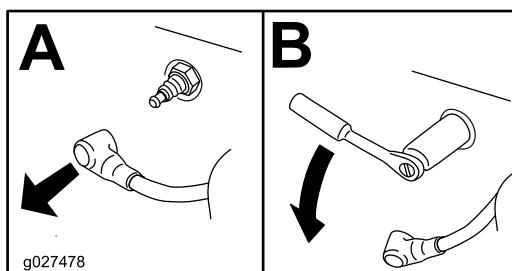

Figure 42
- Déposez la bougie (Figure 42).